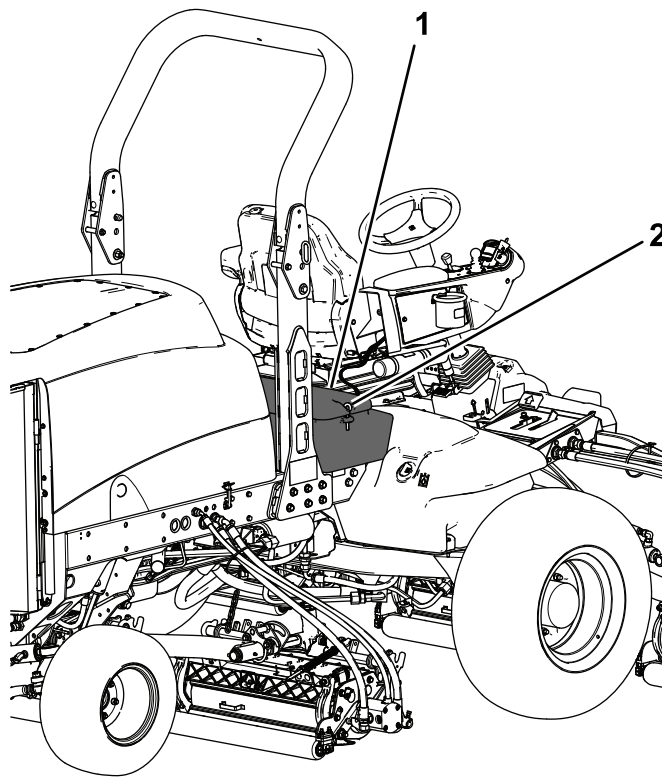

Figura 94
2. Sbloccate e sollevate il pannello comandi dell'operatore (Figura 94).